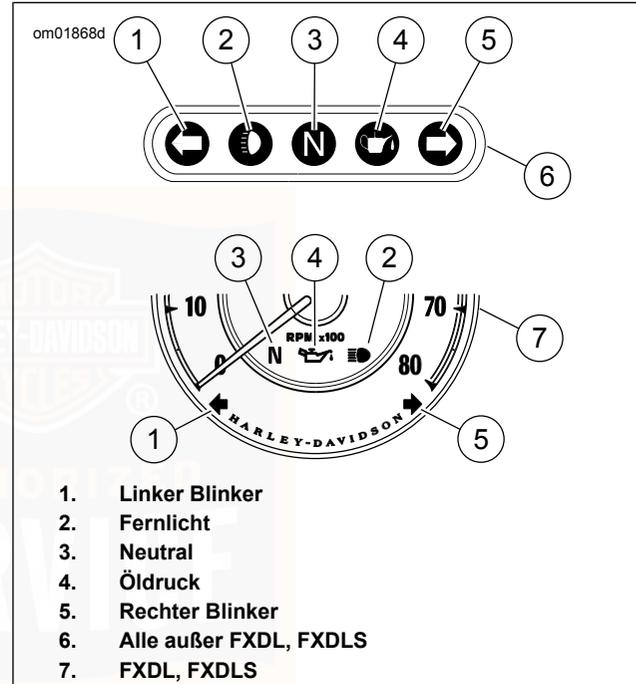

Abbildung 16. Kontrollleuchten
Siehe Abbildung 16. Die Blinkerkontrollleuchten (1, 5) blinken, wenn ein Blinker eingeschaltet ist. Wenn die Vierfach-Warnblinkanlage in Betrieb ist, blinken beide Blinker-Kontrollleuchten gleichzeitig. Siehe Tabelle 23.
Siehe Abbildung 16. Die Kontrollleuchte für Scheinwerfer-Fernlicht (2) leuchtet, wenn das Fernlicht eingeschaltet ist oder der Lichthupenschalter betätigt wird. Siehe Tabelle 23.
Siehe Abbildung 16. Die Leerlaufkontrollleuchte (3) leuchtet, wenn kein Gang eingelegt ist (Getriebe im Leerlauf). Siehe Tabelle 23.
Siehe Abbildung 16. Das Aufleuchten der Öldruck-Kontrollleuchte (4) zeigt an, dass nicht genügend Öl durch den Motor zirkuliert. Siehe Tabelle 23.